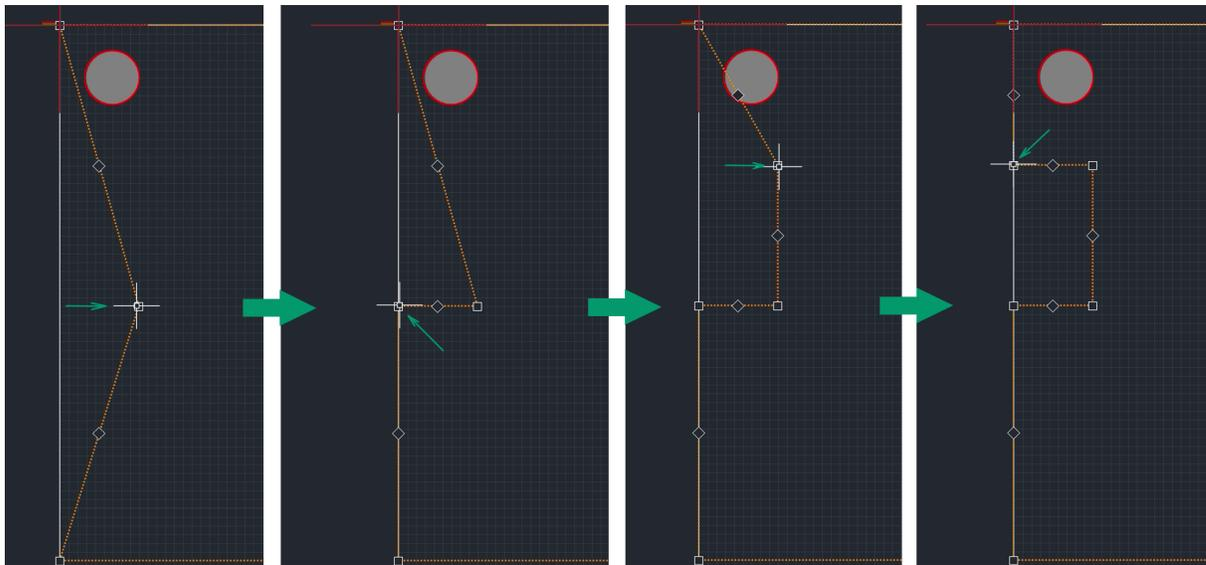

Рис. 457 Редактирование границ области металлизации
3. Отредактируйте границы области металлизации, например, с помощью перемещения точек трансформации, см. Рис. 457.